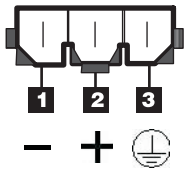

图 14. 直流电源接口 - 引脚位置
- b. 将直流电源线连接到电源。请参阅第 14 页的图 14 和第 14 页的表 1，以了解直流电源接口的引脚位置。